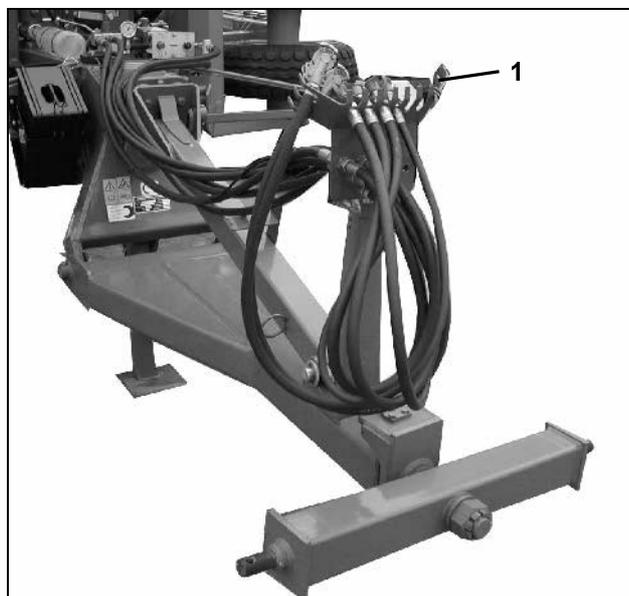

Рис. 16
- Гидравлические шланги вставьте в предусмотренное для этого устройство для хранения (Рис. 16/1).